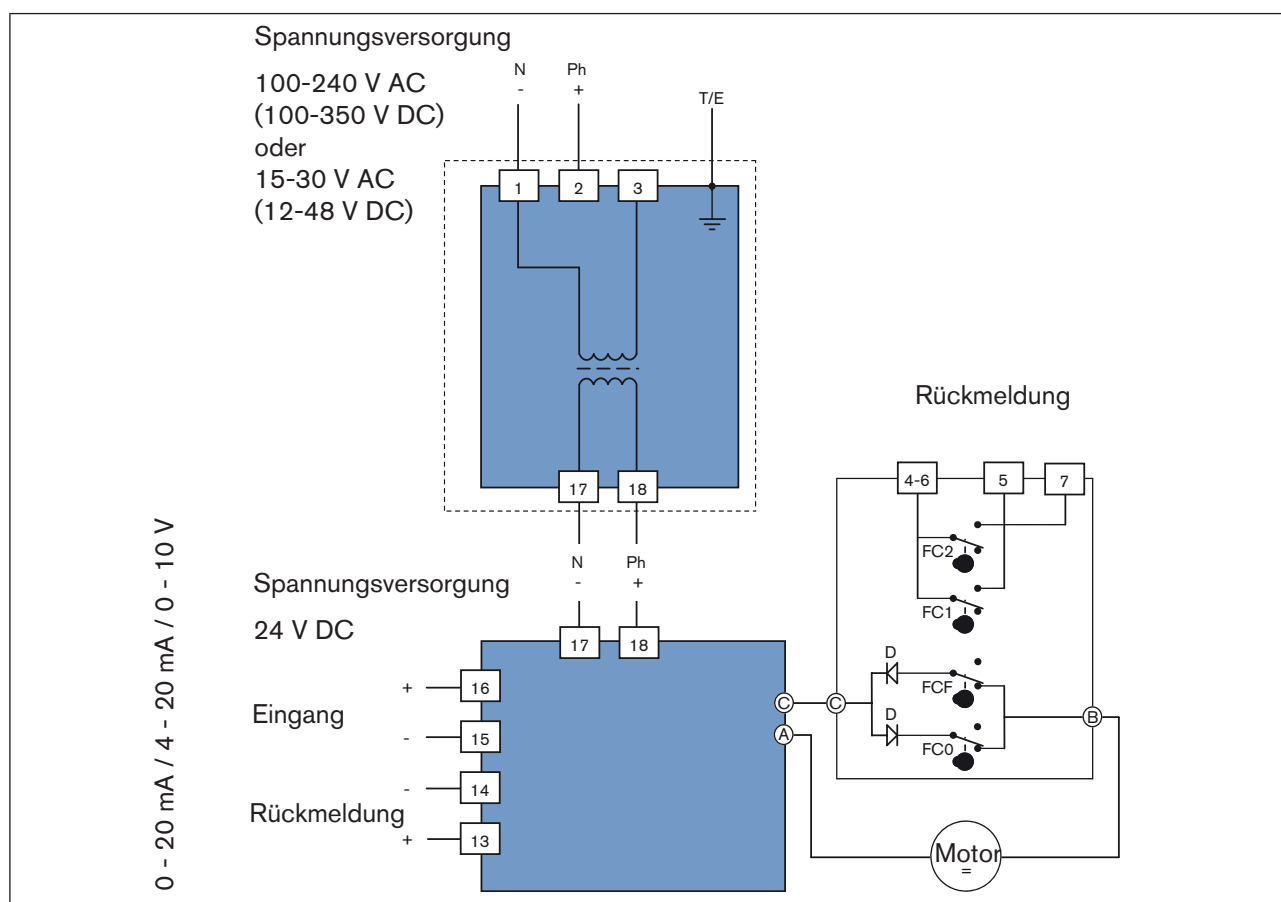

Bild 20: Elektrisches Schaltschema
- Kabel entsprechend dem elektrischen Schaltschema (siehe „Bild 20“) an der Klemmleiste Pos. 14 der Spannungsversorgungskarte anschließen (siehe „Bild 1“ und „Bild 2“).
→ Kabel an der Klemmleiste 12 (siehe „Bild 1“ und „Bild 2“) gemäß Schema anschließen (siehe „Bild 20“).